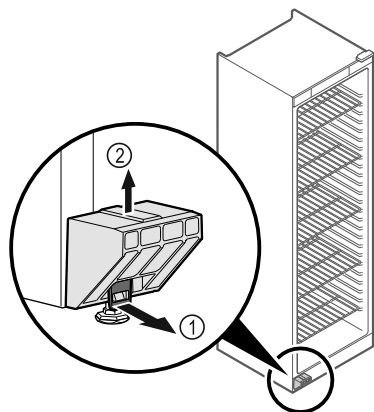

Fig. 6
- ▶ Húzza előrefelé a kötlemet Fig. 6 (1).
- ▶ A szállítási biztosítót Fig. 6 (2) felfelé húzza le.